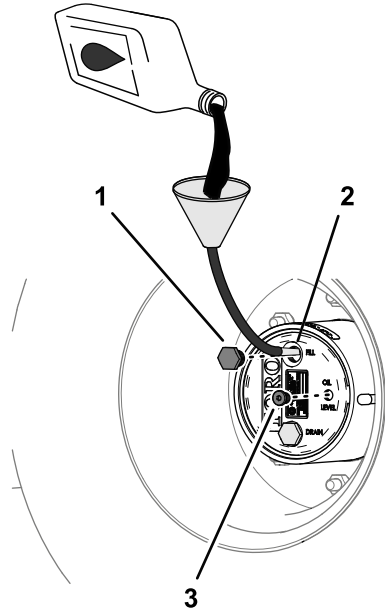

Рисунок 89
масло указанного типа, пока оно не начнет выливаться из контрольного отверстия (Рисунок 89); см. раздел Характеристики масла в планетарной передаче (страница 78).
6. Поставьте пробку заливного отверстия и пробку контрольного отверстия на свои места (Рисунок 89).
1. Через заливное отверстие медленно долейте трансмиссионное масло указанного типа; см. Рисунок 89 в разделе Проверка масла в планетарной передаче \(страница 78\).
3. Установите на место пробку заливного отверстия и пробку контрольного отверстия, см. Рисунок 89 в разделе Проверка масла в планетарной передаче \(страница 78\).